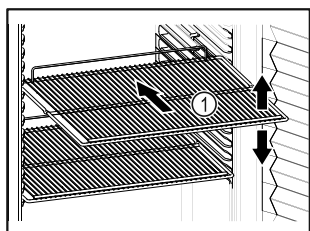

Fig. 84 Immagine a titolo di esempio
- Se è possibile spostare i ripiani Fig. 84 (1), regolarli in altezza.